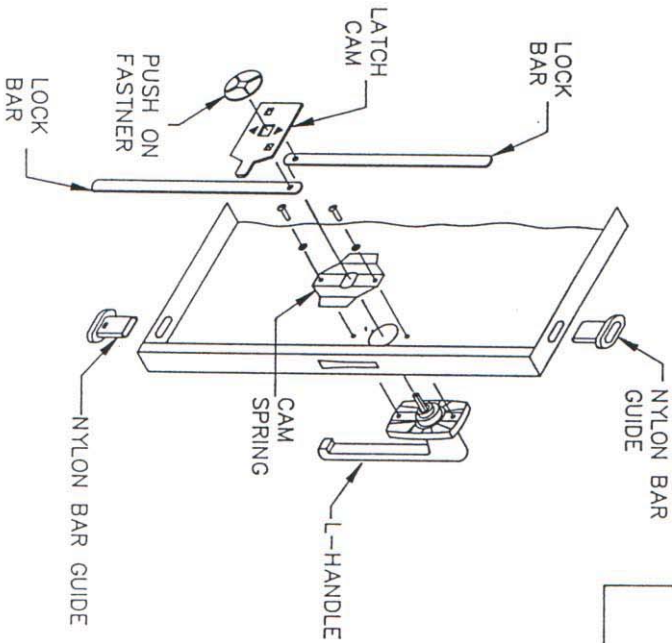

FIG.5
- SLIP THE LATCH CAM OVER THE HANDLE SHAFT AND ENGAGE THE CAM LUGS IN THE LOCK BAR HOLES.(FIG.5)
- COMPRESS THE CAM SPRING BY PUTTING PRESSURE ON LATCH CAM.(FIG.5)
- PRESS PUSH ON FASTENER OVER THE HANDLE SHAFT.(FIG.5)